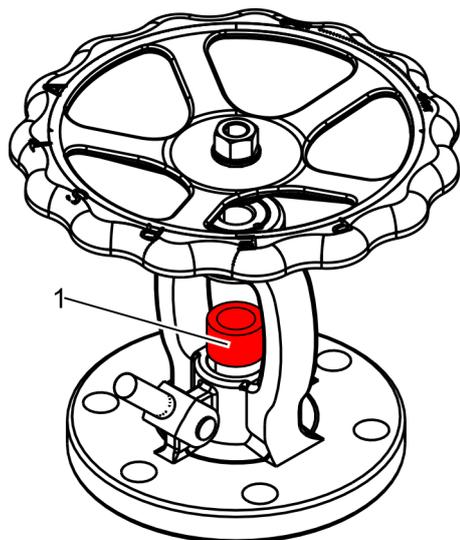

Fig. 32: Retirar los elementos del prensaestopas
- 21. ▶ Retire los elementos del prensaestopas (Fig. 32/1) con un extractor de empaquetadura adecuado.